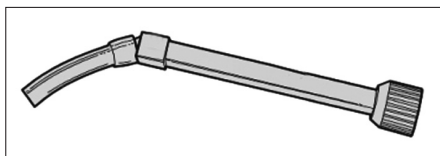

FIG. 88
• S'équiper d'une buse coudée (Fig.88), et appliquer un cordon de colle bi-composant à droite et à gauche, entre le pavillon et le cadre de pavillon (Fig.89).